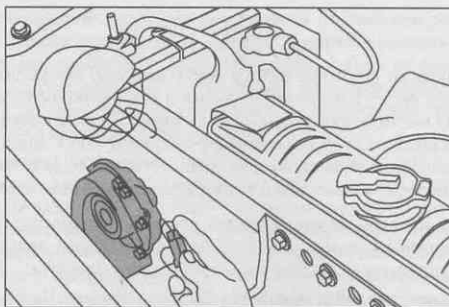

Рис. 20.2. Чтобы отключить звуковой сигнал, достаточно отсоединить провод, который идет к нему
- ✓ **Если вышел из строя звуковой сигнал**, он будет производить самый ужасный звук, на который только способен автомобиль. До того как это произойдет, попросите кого-то подержать звуковой сигнал нажатым, чтобы вы смогли найти его под капотом. Обычно там находятся две “улитки”. К каждому из них идет по одному проводу, которые необходимо отключить для того, чтобы прекратить шум (рис. 20.2), но иногда достаточно отключить один проводок. Когда звуковой сигнал отключен, обязательно скажите механику, каким образом вы отключили провода, и определите, каким образом сломался звуковой сигнал. (Если провода звукового сигнала недоступны, просто снимите одну клемму АКБ или предохранитель, который “отвечает” за этот шум.)